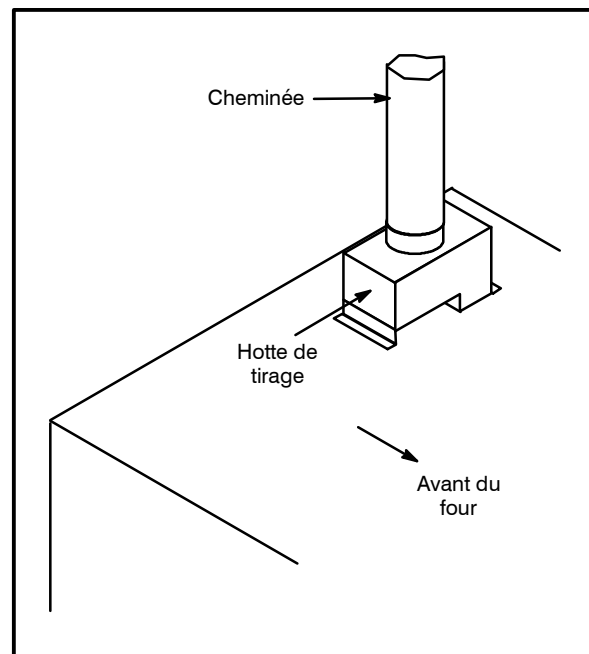

Figure 8
1. Placer la hotte de tirage au-dessus du connecteur de cheminée. Voir Figure 8.